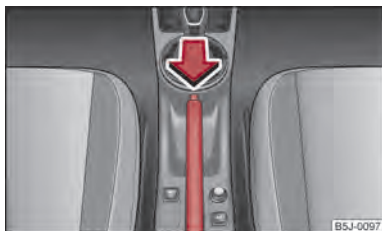

Fig. 80 Consolle centrale: Freno di stazionamento
- Tirare leggermente verso l'alto la leva del freno di stazionamento e premere **contemporaneamente** il pulsante di blocco ⇒ fig. 80.